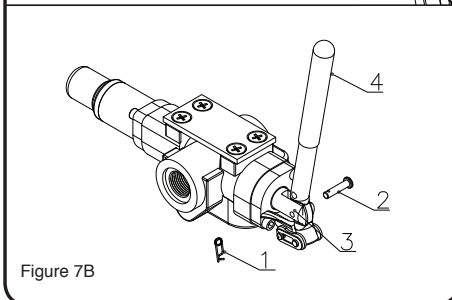

Figure 7B
1. Retirez la goupille fendue avec ressort (n°1) et la goupille de retenue (n°2), de la biellette de la soupape de contrôle (n°3). (Voir fig. 7B)